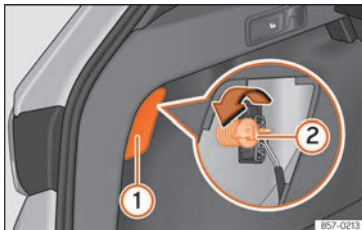

Fig. 114 Coffre à bagages : accès à la vis de fixation du feu arrière.
3. Enlevez le cache à l'aide du tournevis à tête plate au niveau de l'évidement » » fig. 114 ①.
5. Dévissez à la main ou à l'aide d'un tournevis la vis de fixation du feu » » fig. 114 ②.